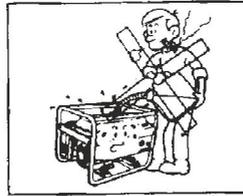

Fig.5
5. No se permite fumar ni que haya chispas en las proximidades cuando se llena el tanque de combustible (fig. 5)